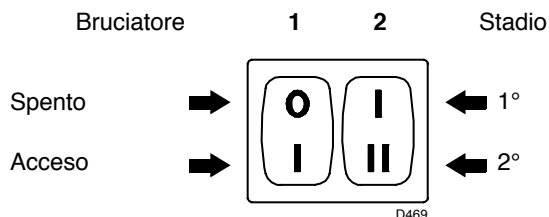
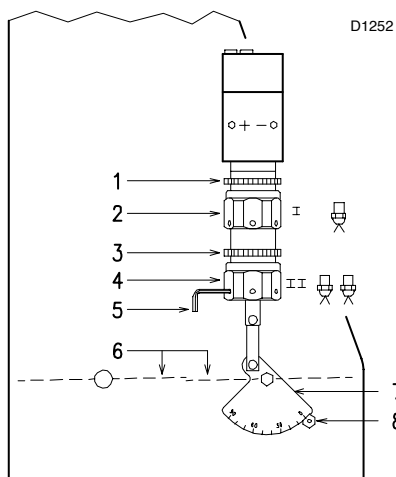

Fig. 20
Fig. 21
– Quando il gasolio fuoriesce dalla vite 3) la pompa è innescata. Fermare il bruciatore: interruttore 1) (Fig. 20 pag. 18) in posizione "SPENTO" ed avvitare la vite 3).
- Avviare il bruciatore chiudendo i telecomandi e con l'interruttore 1) (Fig. 20 pag. 18) in posizione "ACCESO". La pompa deve girare nel senso della freccia riportata sul coperchio.
Mettere l'interruttore 1) (Fig. 20) in posizione "ACCESO".
Mantenere il bruciatore funzionante in 1° stadio mettendo l'interruttore 2) (Fig. 20) in posizione 1° stadio. L'apertura delle serrande 6) (Fig. 21) va proporzionata all'ugello scelto: l'indice 8) (Fig. 21) deve trovarsi in corrispondenza della tacca indicata sul settore graduato 7) (Fig. 21). La regolazione si ottiene ruotando l'esagono 2) (Fig. 21):
Mettere l'interruttore 2) (Fig. 20 pag. 18) in posizione 2° stadio e regolare la serranda 6) (Fig. 21) agendo sull'esagono 4) (Fig. 21), dopo aver allentato la ghiera 3) (Fig. 21).
per facilitare la regolazione degli esagoni 2) e 4) (Fig. 21), servirsi della chiave esagona da 3 mm 5) (Fig. 21).